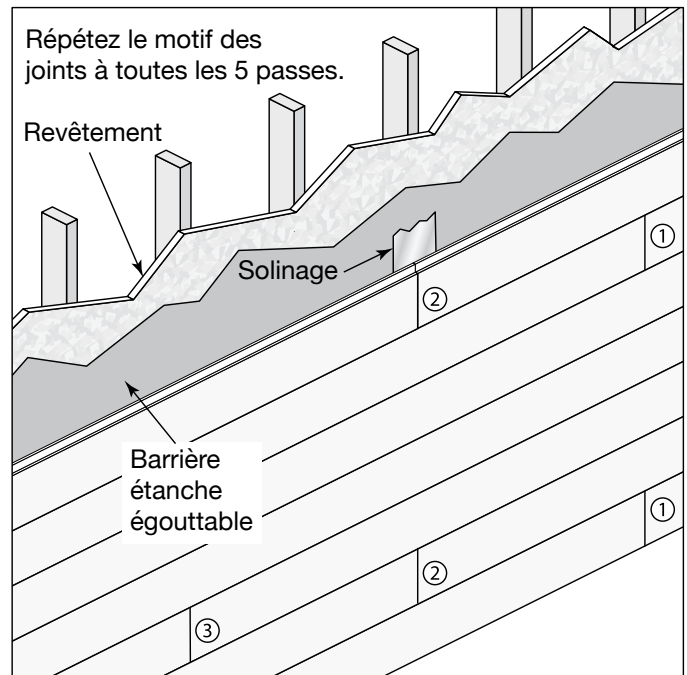

Fig. 5
- Faites toujours arriver vos joints de bout à bout au-dessus des montants (**Fig. 5**).